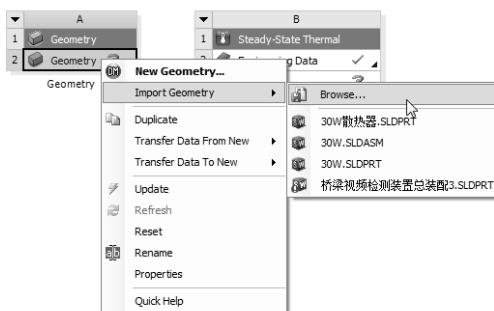

图 11-23 选择【Import Geometry】|【Browse】命令
1) 在 A2 栏的【Geometry】项上单击鼠标右键，在弹出的快捷菜单中选择【Import Geometry】|【Browse】命令，如图 11-23 所示，弹出【打开】对话框。